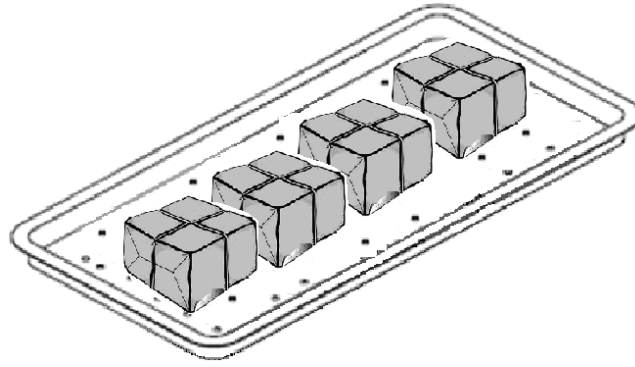

Figura 25
**⚠ Advertencia:** Para esterilizar el algodón o lana absorbente, envuélvala con una toalla delgada, un paño de cobertura, lino o una bolsa de esterilización para evitar que se bloqueen las tuberías de acuerdo a la Figura 25: